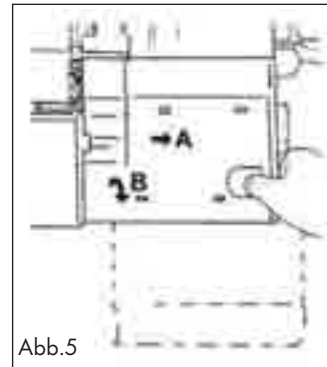

Abb.5
- Schieben Sie die Frontklappe ❶ nach rechts (A) und ziehen Sie sie dann zu sich hin (B) (Abb. 5). Hinter der Frontklappe ❶ sehen Sie den Greiferraum.